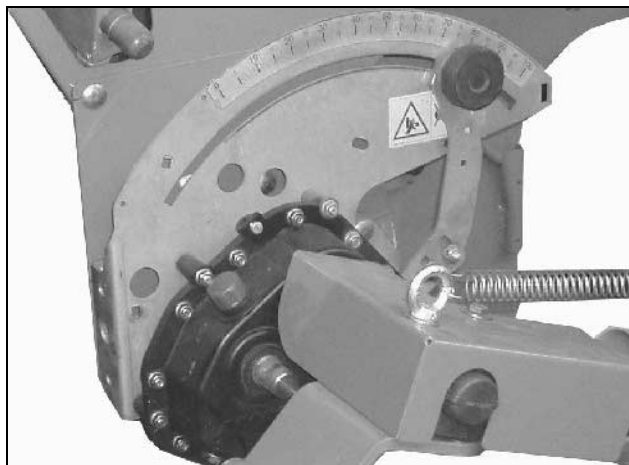

Fig. 23
- indstilles geararmen (Fig. 23/2) manuelt. Jo højere skalaværdien er, jo større er udsåningsmængden.
- indstiller servomotoren (Fig. 23/1) geararmen (Fig. 23/2) (ekstraudstyr).